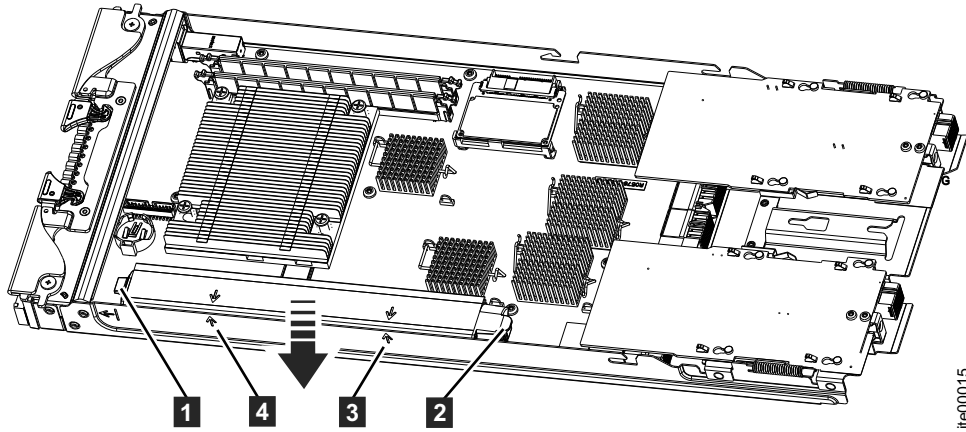

図 22. バッテリーの取り付け
8. バッテリーを取り付けるために位置決めするには、バッテリーの位置合わせ矢印 **3** および **4** をキャニスターの位置合わせ矢印に合わせます。45 ページの図 22を参照してください。